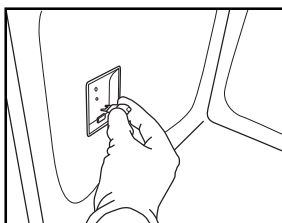

Fig. 8
4. Substitua a lâmpada (consulte a nota para ver o tipo de lâmpada) (Fig. 8).